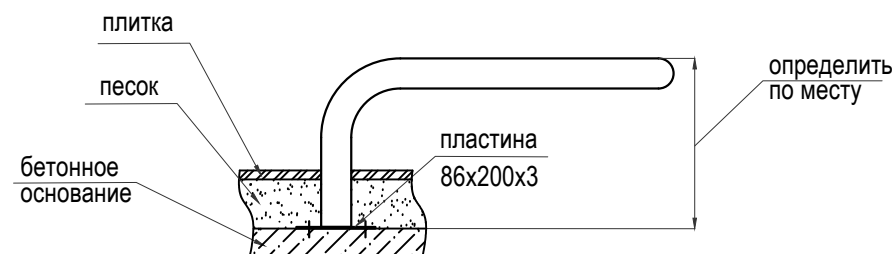

Рис.2 Дата выпуска _____
- 4.5. Закрепить анкерными болтами (рис.2)